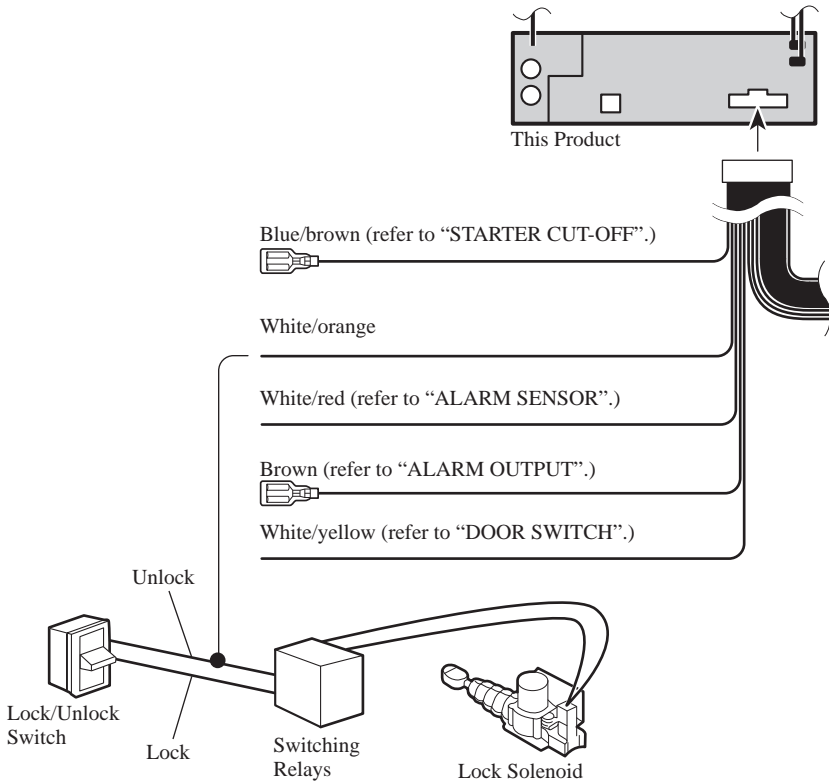

Fig. 8
- **White/orange (DOOR LOCK)** (Fig. 8)